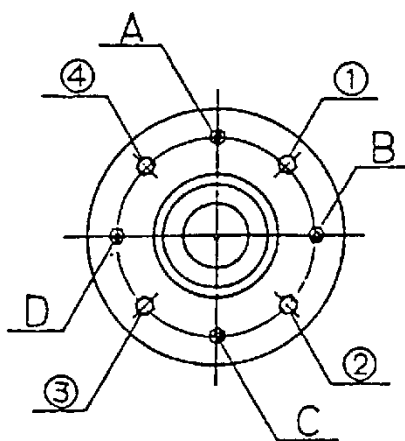

図 9-5
9.3.5 ドラムの芯出し調整 (図 9-5)
- ・ 主軸ベアリングケースを止めているボルト及びナット 4 箇所 (A~D) と、調整ボルト及びナット 4 箇所 (①~④) で調整します。(図 9-5)
- ・ 例えば、ドラムの口金を機械正面より見て右に寄せたい場合、③、④と A,C,D のナットを少し緩め、③、④のボルトをドラムの口金を見ながら締め込みます。
- ・ 調整が終わったら、③、④と A,C,D のナットを締め込みます。